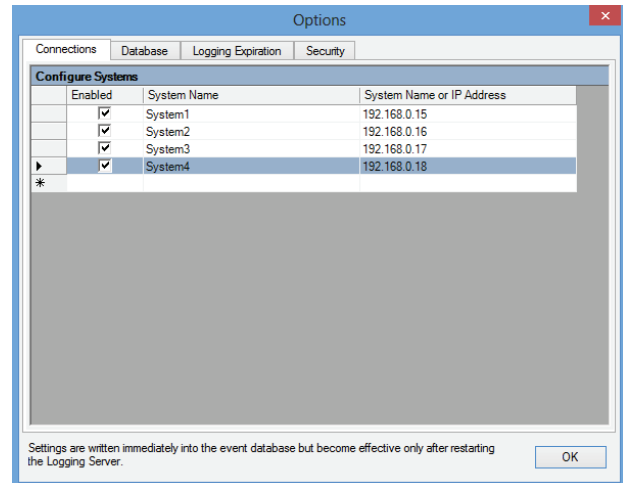

figura 58.9: Eliminar un sistema (1)
- Haga clic en el campo delante de la fila que contiene el sistema. Por ejemplo, *System 4* (consulte figura 58.9).